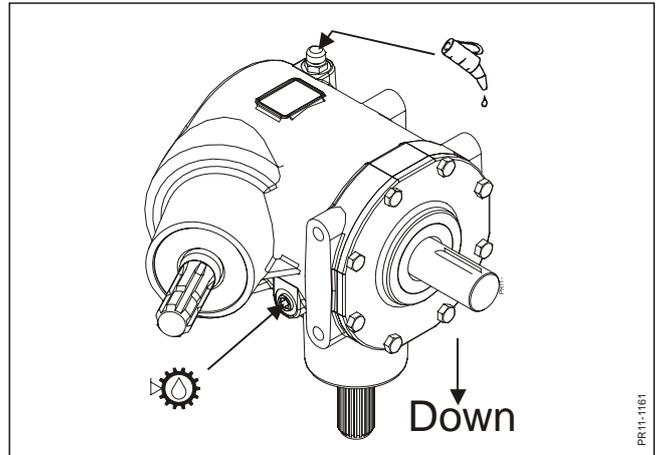

Fig. 5-7
- Fig. 5-7 **Capacité:**  **1,80 litres**